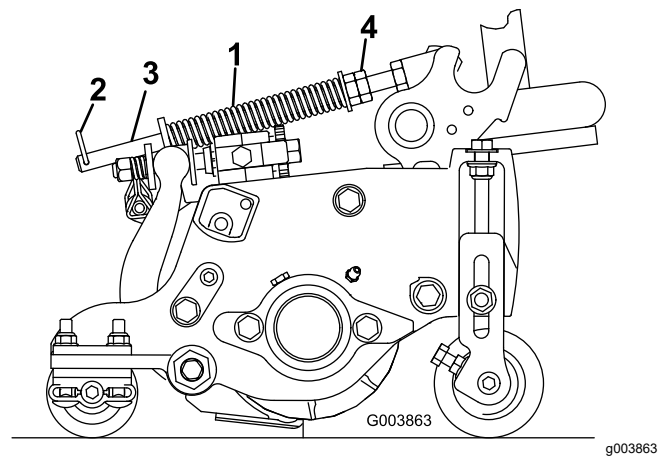

Figura 53
2. Apriete las tuercas hexagonales del extremo delantero de la varilla del muelle hasta que la longitud comprimida del muelle sea de 15.9 cm (6.25"); consulte Figura 53.
El muelle de compensación del césped (Figura 53) transfiere el peso desde el rodillo delantero al trasero. Esto ayuda a reducir el patrón de ondulación en el césped.
1. Asegúrese de que la chaveta está instalada en el orificio trasero de la varilla (Figura 53).